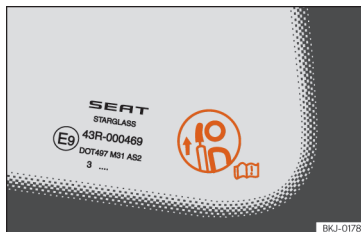

Abb. 89 Warnschild für Kopfstützenstellung
- Wenn sich Insassen auf den Rücksitzen befinden, dürfen die Kopfstützen keinesfalls auf die Außergebrauchsstellung eingestellt sein. Siehe Warntafel am hinteren kleinen Seitenfenster »» **Abb. 89**.